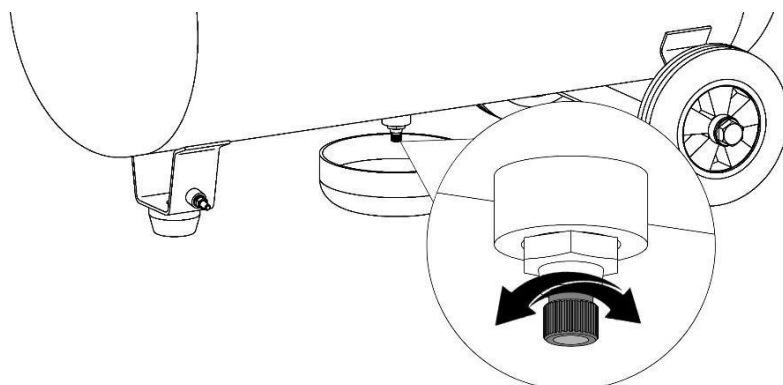

Рисунок 15
- Подставьте под конденсатоотводчик емкость для сбора конденсата (рисунок 15).
- слейте конденсат (рисунок 15).